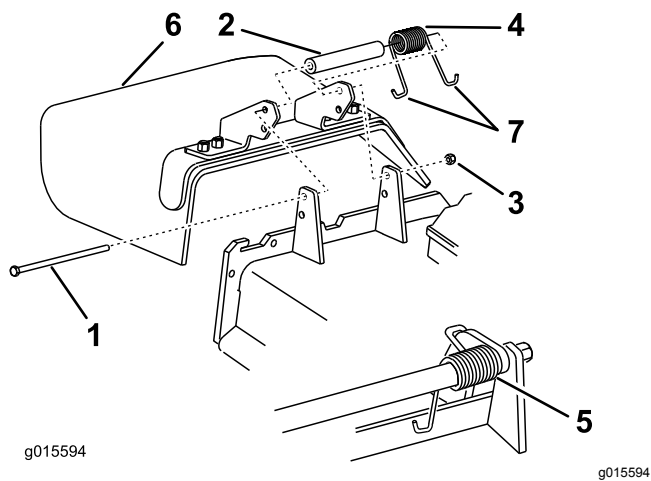

図 93
- デフレクタをピボットブラケットに固定しているロックナット、ボルト、スプリング、スペーサを外す (図 93)。
**注** 必ず、スプリングのJフック端の1つをデッキエッジの後ろに引っ掛け、それからボルトを 図 93 のように取り付けてください。
6. J 形端部のひとつをデフレクタに引っ掛ける 図 93。